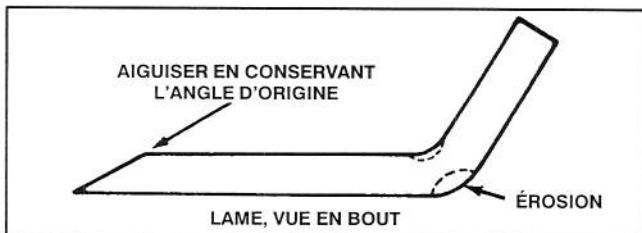

Figure 14
Vérifier la lame de coupe chaque fois qu'on redresse la machine sur l'arrière. Si le boulon de fixation de la lame est desserré, le resserrer à 61-81 Nm. Si la lame ou les bords relevés (Fig. 14) à l'extrémité de la lame sont usés, érodés ou fendus, remplacer la lame. Remplacer la lame également si elle est tordue ou déséquilibrée. Toujours utiliser de vraies lames de rechange TORO pour assurer la sécurité et l'obtention de performances optimales. NE JAMAIS UTILISER D'AUTRES LAMES.
7. A l'aide d'une lime, aiguiser le tranchant aux deux extrémités de la lame (Fig. 14).